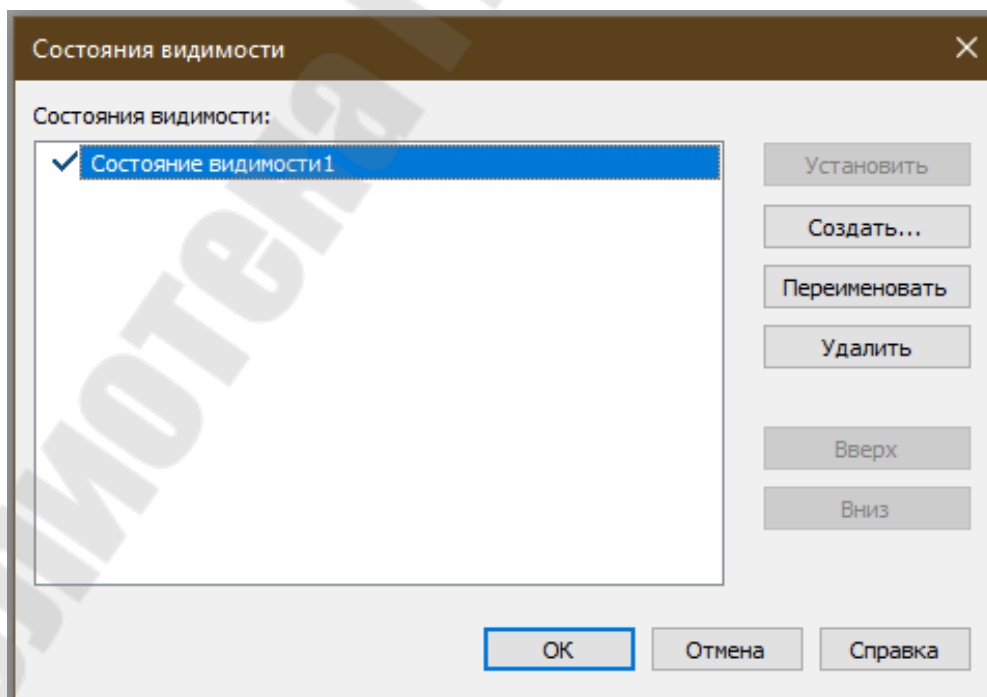

Рис. 3.250 Диалоговое окно Состояние видимости
– с помощью кнопки **Переименовать** изменяем предлагаемое по умолчанию название «Состояние видимости1» (рисунок 3.250) на новое «РПН-Да»;